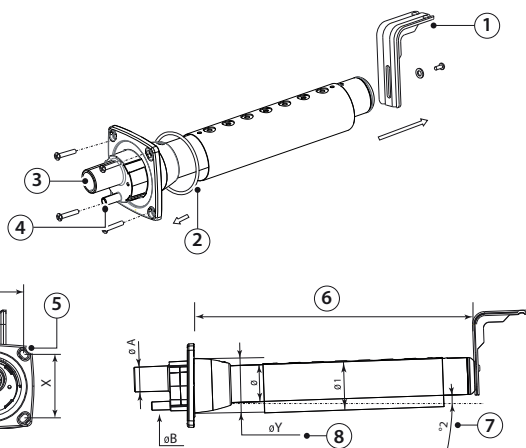

Fig. 3.b-1
2. le support de fixation en forme de «L» (voir détail 1 Fig. 3.b) est fourni avec les distributeurs de vapeur modèles DP085* à DP205*. Pour des longueurs inférieures, le support peut être fourni comme option (code 18C478A088).